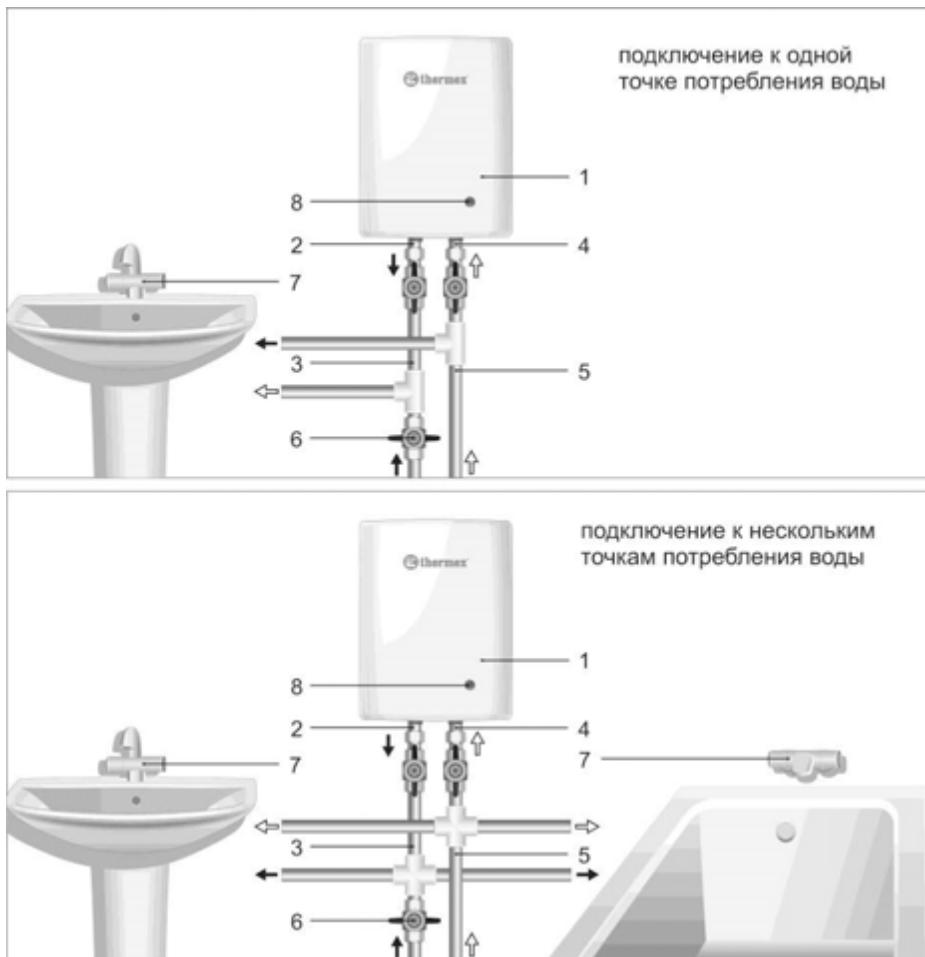

Рис.5 Схема подключения ПЭВН Thermex Surf Plus 4500, Thermex Surf Plus 6000 к водопроводу.
1. Поток воды контролируется краном горячей воды на смесителе (п. 7, Рис.5) на выходе из ПЭВН. Уменьшая поток воды, вы увеличиваете температуру воды на выходе и, соответственно, наоборот.
2. При наличии протока и давления воды не менее 0,05 МПа включение ПЭВН и нагрев происходит автоматически, при этом загорается индикаторная лампочка (п. 8, Рис.5) на лицевой панели.
4. Для выключения водонагревателя нужно закрыть кран горячей воды на смесителе (п. 7, Рис.5), датчик давления автоматически разомкнёт цепь подачи электроэнергии к нагревательному элементу, при этом индикаторная лампочка на лицевой панели погаснет(п. 8, Рис.5).